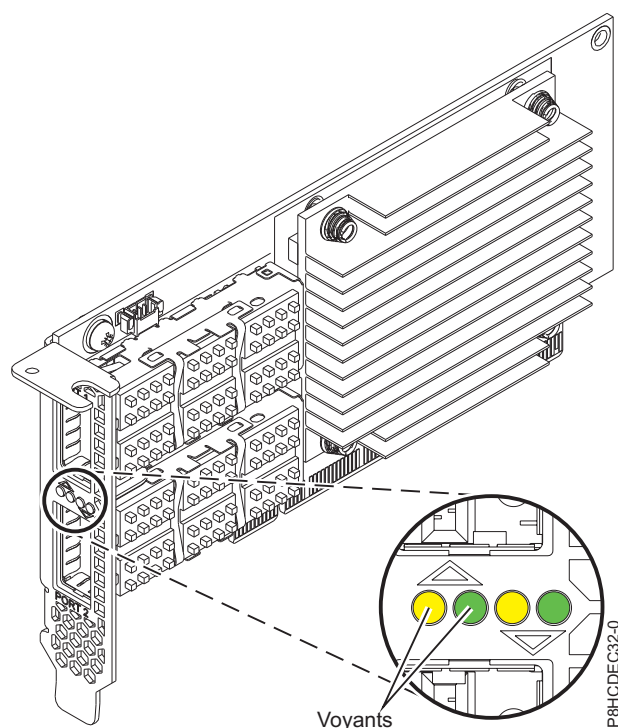

Figure 47. Carte FC EC32
**Remarque :** Les voyants représentés à la figure 47 indiquent les états suivants :